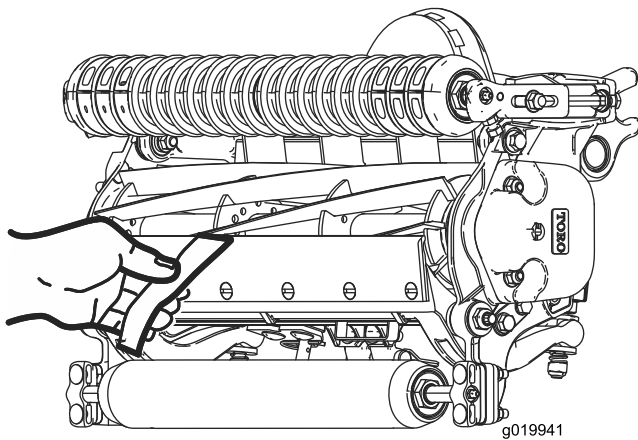

Figura 10
10. Teste o desempenho de corte inserindo uma fita comprida de desempenho de corte (número de peça Toro 125-5610) entre o cilindro e a lâmina de corte, perpendicular à lâmina de corte (Figura 10).